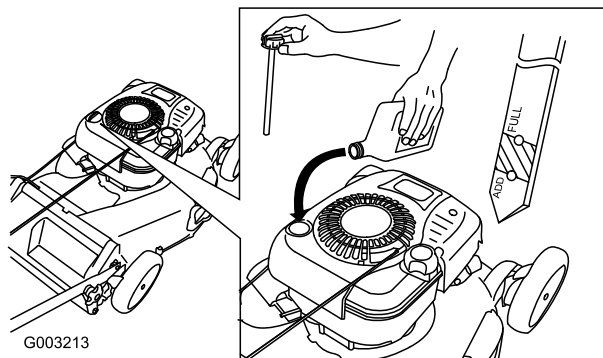

Figura 13
1. Retire la varilla, límpiela, y vuelva a colocarla (Figura 13).
2. Retire la varilla y compruebe el nivel de aceite (Figura 13). Si el nivel de aceite está por debajo de la marca **Add** de la varilla, vierta lentamente aceite en el tubo de llenado hasta que el nivel llegue a la marca **Full** de la varilla. **No llene demasiado.** (Capacidad máxima: 0,77 l, tipo: SAE 30W, aceite detergente con clasificación de servicio API SF, SG, SH, SJ, SL o superior.)